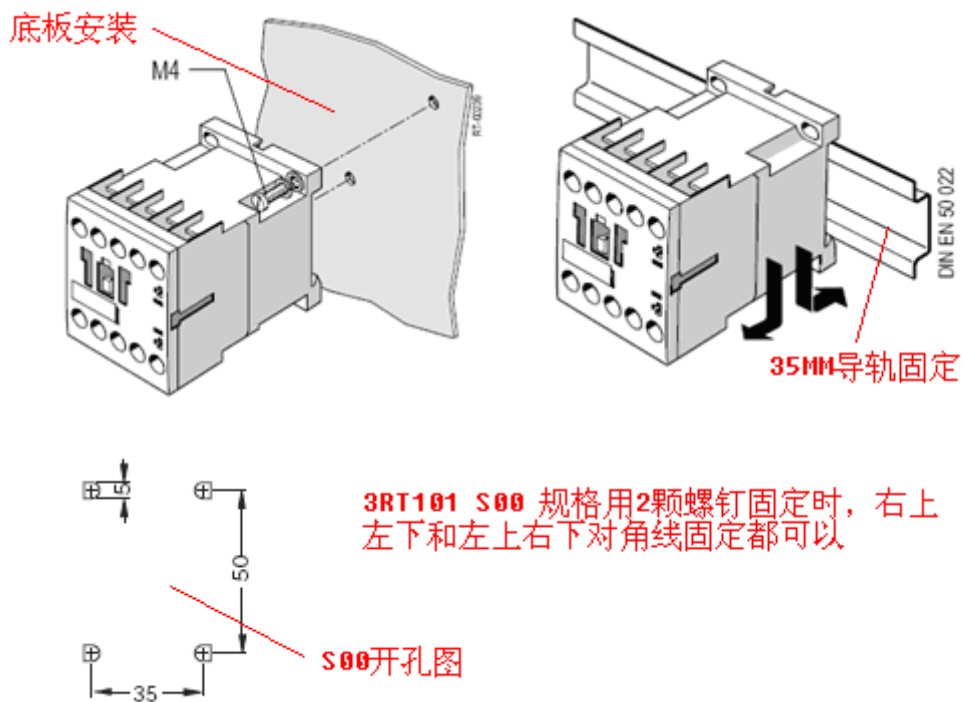

图 10
1. 3RT101 S00 规格, 可采用卡导轨安装 (35MM) 或底板安装, 见图 10: